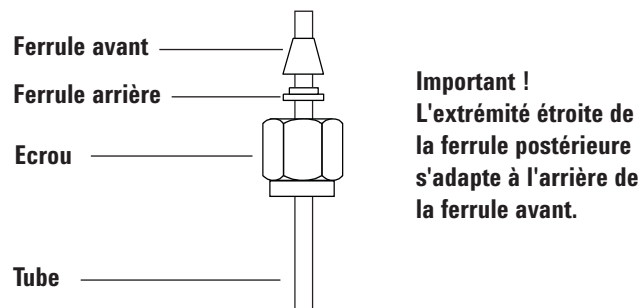

Figure 17 Écrous et ferrules Swagelok
- 1 Placez un écrou Swagelok, la ferrule arrière et la ferrule avant sur le tube comme le montre la Figure 17.